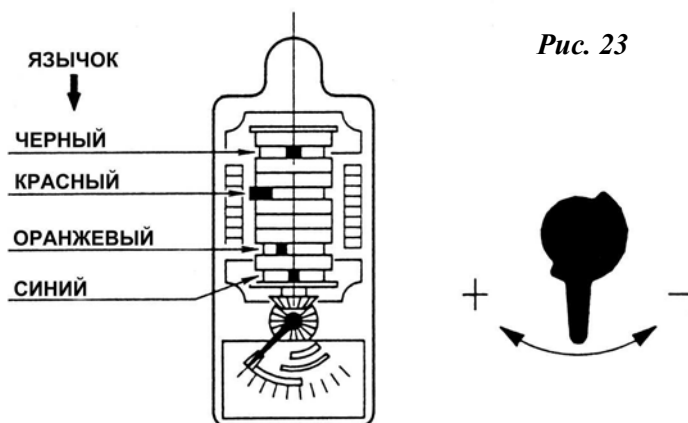
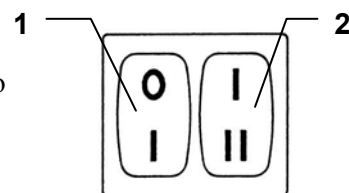
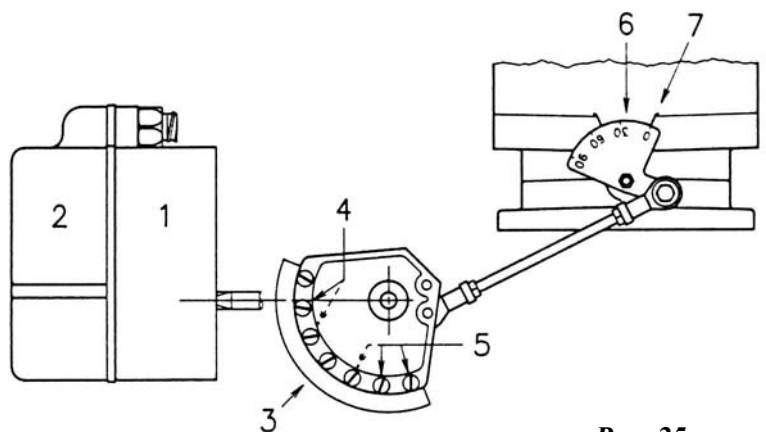

Рис. 23
Рис. 24
Рис. 25
- выключатель 1 (рис. 24) в положение «Включено»;
- выключатель 2 (рис. 24) в положение «1 ступень».
В предшествующем описании мы оставили зажженную горелку, работающую на 1-й ступени. Теперь следует передвинуть переключатель 2 (рис. 24) в положение «2 ступень». При этом серводвигатель одновременно откроет воздушную заслонку и дроссельный клапан на 90° .
Последовательно изменяйте профиль кулачка 3 (рис. 25), вращая винты 5.
Передвиньте переключатель 2 (рис. 24) в положение «1 ступень». При этом серводвигатель 1 (рис. 25) закроет воздушную заслонку и дроссельный клапан до угла 15°, соответствующего заводской регулировке.
- Если нужно уменьшить расход, небольшими перемещениями уменьшайте угол поворота оранжевого кулачка (рис. 23) — поверните его с 15° на 13°, затем 11° и т.д.
- Если нужно увеличить расход, переключите горелку на 2-ю ступень переключателем 2 (рис. 24) и увеличьте немного угол поворота оранжевого кулачка (рис. 23) — поверните его с 15° на 17°, 19° и т.д. После этого вернитесь на 1-ю ступень и снова измерьте расход газа.
Последовательно изменяйте профиль начального участка кулачка 3 (рис. 25), вращая винты 4. По возможности не вращайте самый первый винт: он отвечает за полное закрытие воздушной заслонки.
Выключите горелку выключателем 1 (рис. 24), и вращением винтов в средней зоне кулачка добейтесь плавного изменения его наклона. Не меняйте положение крайних винтов, чтобы не сбить уже произведенную регулировку 1-й и 2-й ступени.